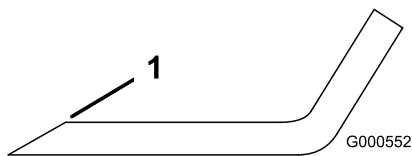

Figura 78
1. Affilate i taglienti da entrambe le estremità della lama con una lima (Figura 78).
**Nota:** Se la lama non è bilanciata, limate del metallo soltanto dalla costa (Figura 78).